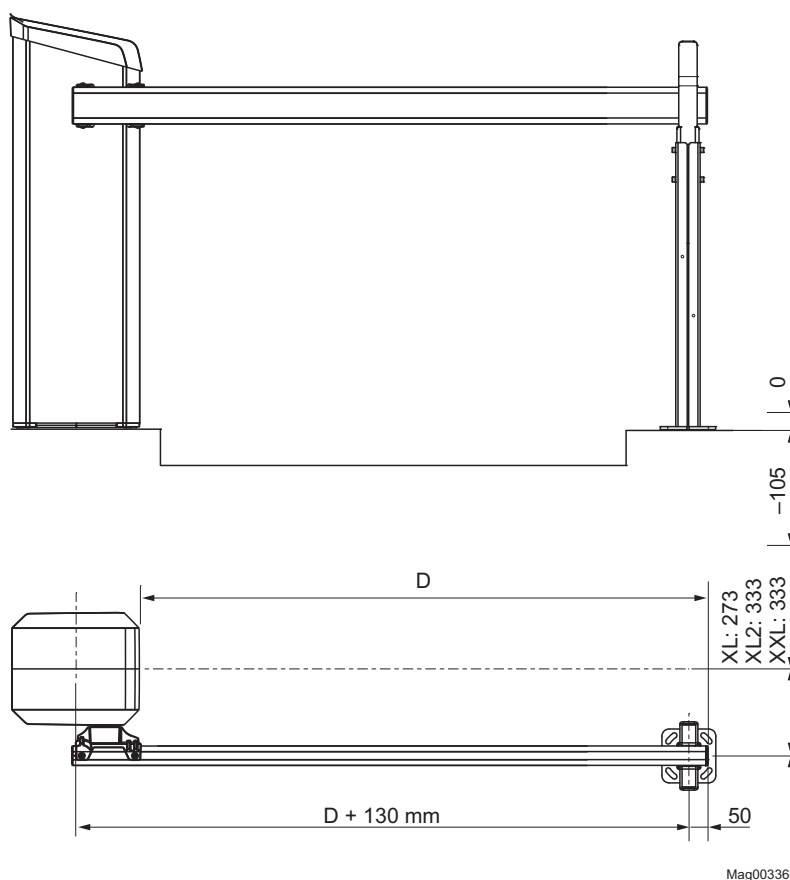

Bild 17: Mått bomhuset – pelare (mått i mm)
- Placera centralstolpen med ett avstånd på 50 mm till bomrörets spets. → Se sidan 56, Bild 17.